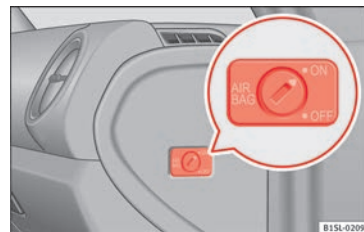

Fig. 20 En el lado del acompañante: interruptor de llave para activar y desactivar el airbag frontal del acompañante.
- Con ayuda de la llave del vehículo, gire el interruptor de llave a la posición **OFF** » » **fig. 20.**